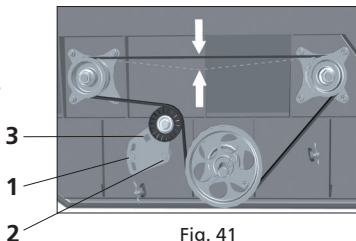

Fig. 41
Para regular a folga da correia, afrouxe os parafusos do tensionador da correia (1 e 2). Encaixe a chave "L" na cavidade (3) e pressione o tensionador contra a correia. Após, aperte os parafusos do tensionador da correia. A folga deve ser de 20 a 30 mm [Fig. 41].